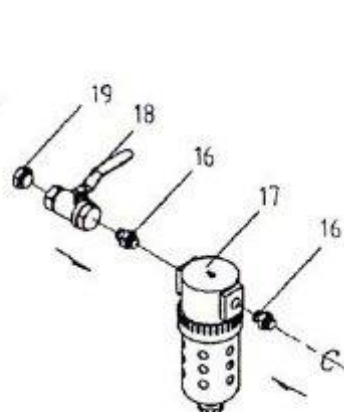

Figura 2
2. Consulte a Figura 2 para instalar o sifão de ar (17). Existem dois conectores (16) em ambos os lados do filtro. Uma válvula de suprimento de ar (18) deve ser montada em um conector. Uma extremidade da válvula de ar (18) deve ser conectada ao conector (16) e a outra extremidade ao conector fêmea-macho (19). Quando o jato de areia estiver pronto para uso, a linha de ar do compressor deve ser conectada ao acoplador fêmea-macho (19).